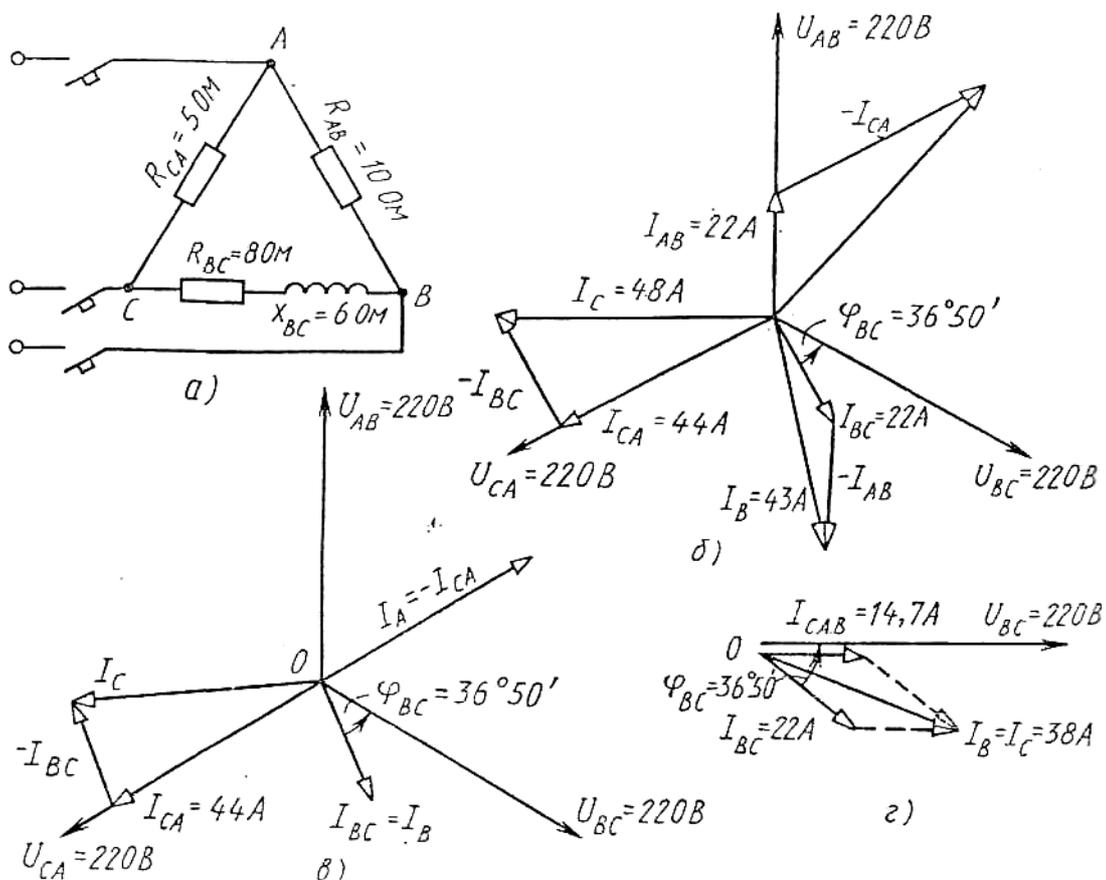

Рис.9.1
В трехфазную сеть включили треугольником несимметричную нагрузку (рис. 9.1, а): в фазу АВ - активное сопротивление $R_{AB} = 10$ Ом; в фазу ВС - индуктивное сопротивление $X_{BC} = 6$ Ом и активное $R_{BC} = 8$ Ом; в фазу СА - активное сопротивление $R_{CA} = 5$ Ом. Линейное напряжение сети $U_{НОМ} = 220$ В. Определить фазные токи и начертить векторную диаграмму цепи, из которой графически найти линейные токи в следующих случаях: 1) в нормальном режиме; 2) при аварийном отключении линейного провода А; 3) при аварийном отключении фазы АВ.
углом 120° друг относительно друга (рис. 9.1,б). Затем откладываем векторы фазных токов: ток в фазе АВ совпадает с напряжением U_{AB} ; в фазе ВС ток отстает от напряжения U_{BC} на угол $\varphi_{BC} = 36^\circ 50'$; ток в фазе СА совпадает с напряжением U_{CA} . Затем строим векторы линейных токов на основании известных уравнений:
$\varphi_{BC} = 36^\circ 50'$ На (рис. 9.1, г) построена векторная диаграмма цепи. Из диаграммы находим линейные токи: $I_B = I_C = 38$ А. По направлению же эти токи обратны.
3. Аварийное отключение фазы АВ. При этом ток в отключенной фазе равен нулю, а токи в двух других фазах остаются прежними. На (рис. 9.1, в) показана векторная диаграмма для этого случая. Ток $I_{AB} = 0$; линейные токи определяются согласно уравнениям: $I_A = I_{AB} + (-I_{CA})$; $I_B = I_{BC} + (-I_{AB})$; $I_C = I_{CA} + (-I_{BC})$. Таким образом, только линейный ток I_C сохраняет свою величину; токи I_A и I_B изменяются до фазных значений. Из диаграммы графически находим линейные токи: $I_A = 44$ А; $I_B = 22$ А; $I_C = 45$ А.